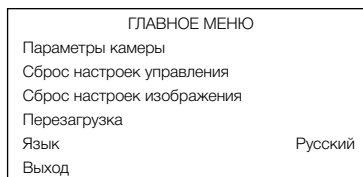

Рис. 17 Главное меню.
- Для входа в меню (Рис.17), при использовании протокола Pelco-P/ Pelco-D, введите «95+Call» на клавиатуре управления (на видеорегистраторе и в удаленном ПО используйте сочетание «95+запуск предпозиции»). Открыть меню на регистраторе можно нажав на клавишу «Меню» в пункте управления поворотной камерой. При использовании любого другого протокола, необходимо вводить «66+Call».